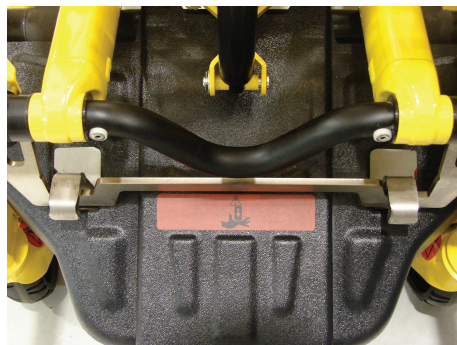

Figura 14 – Barella nel dispositivo di ancoraggio (lato testa)
3. Accertarsi che la barella sia fissata saldamente a entrambi i dispositivi di ancoraggio prima di lasciare la presa su di essa (Figura 14).